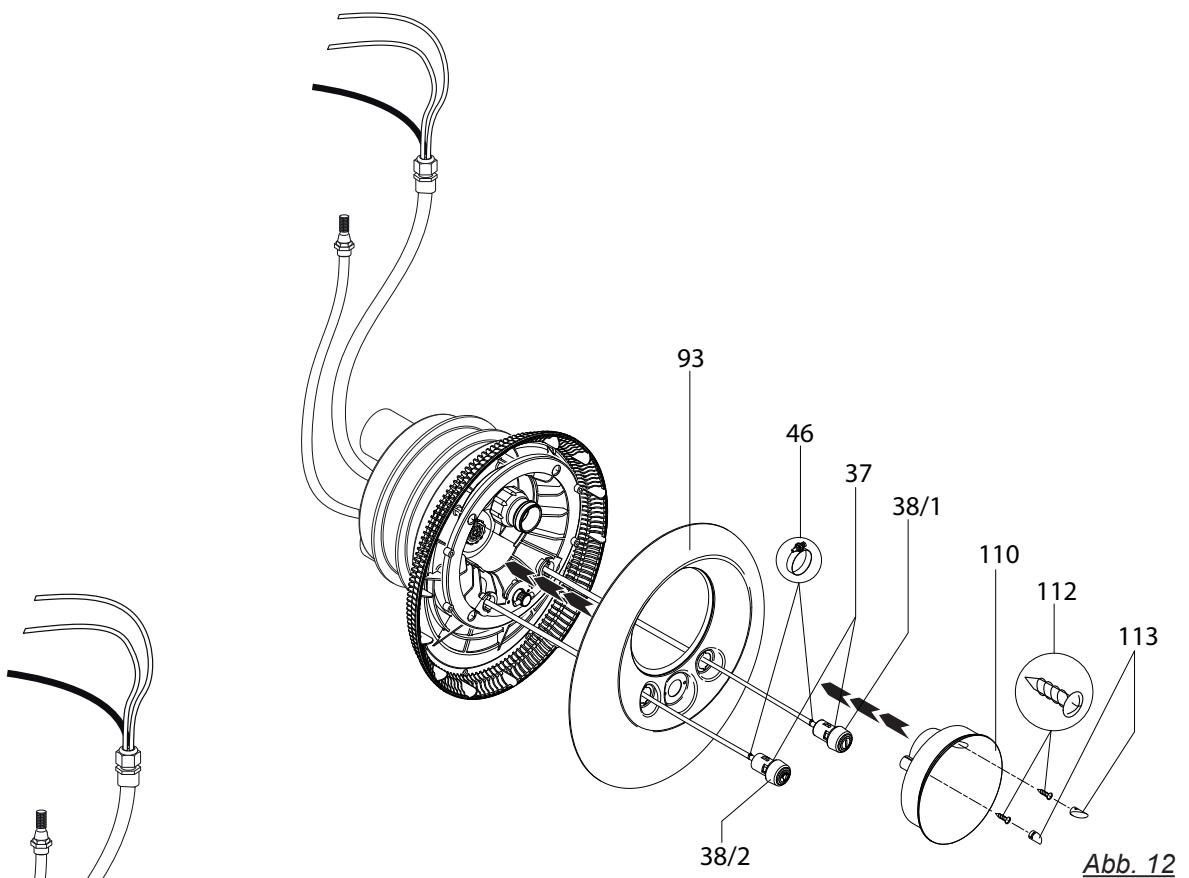

Abb. 12
8. Pneumatikschläuche durch die Öffnungen in der Edelstahlblende (93) führen (Licht EIN/AUS links; Pumpe EIN/AUS rechts) und an den entsprechenden Tastern mit den Schlauchklemmen (46) befestigen. (Abb. 12)
9. Edelstahlblende (93) am Ansauggehäuse ansetzen und mit den beiden Schrauben (49) am Düsengehäuse befestigen. **Die Schrauben nur handfest anziehen. Keine Gewalt anwenden!**